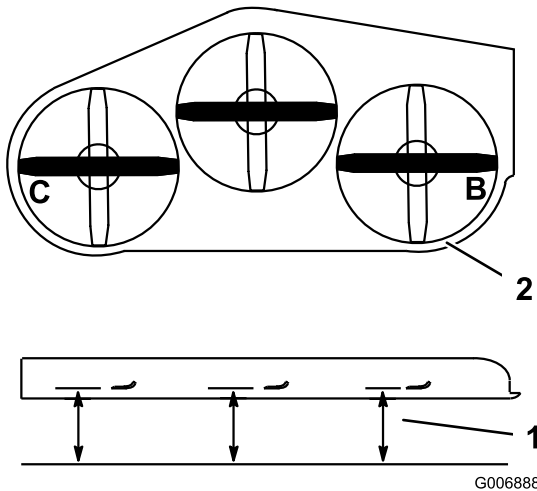

Bild 93
4. Messen Sie von einer ebenen Fläche bis zu den Stellen **B** und **C** an den Schnittkanten der Messerspitzen (**Bild 93**).